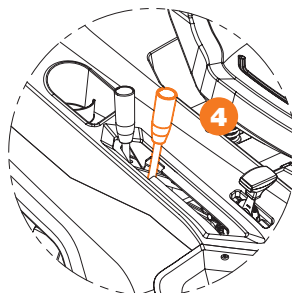

Рис. 15
- Переведите привод в нейтральное положение **4** (Рис. 15).